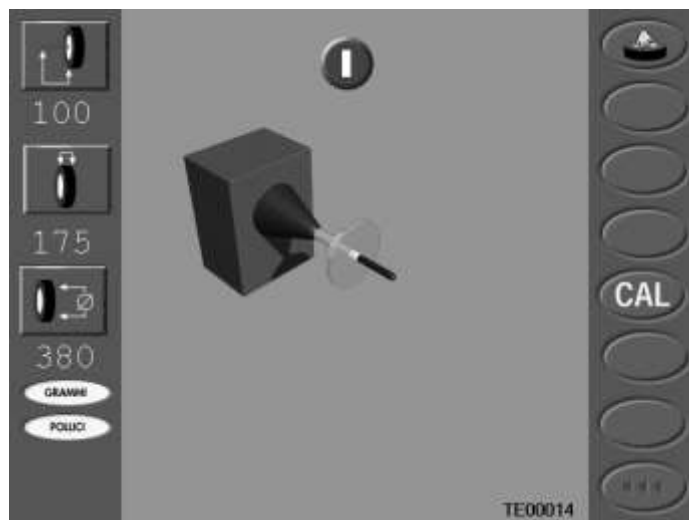

図 15-1 較正:位相 0
3. イージーホイ-ル(Easy Wheel)を使用してボタン[4]を選択します。図 15-1 のイラストの較正ページを出します。